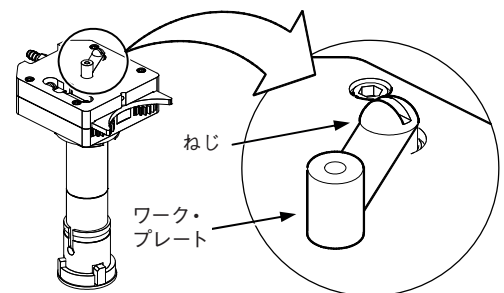

図 37：ワーク・プレートおよびプレートねじの検査を行う
12. ワーク・プレートねじが締め付けられていること、過度の酸化が生じていないことを確認します。図 37 をご参照ください。必要であれば目の細かい研磨パッドを使用して、ワーク・プレートのクリーニングを行います。